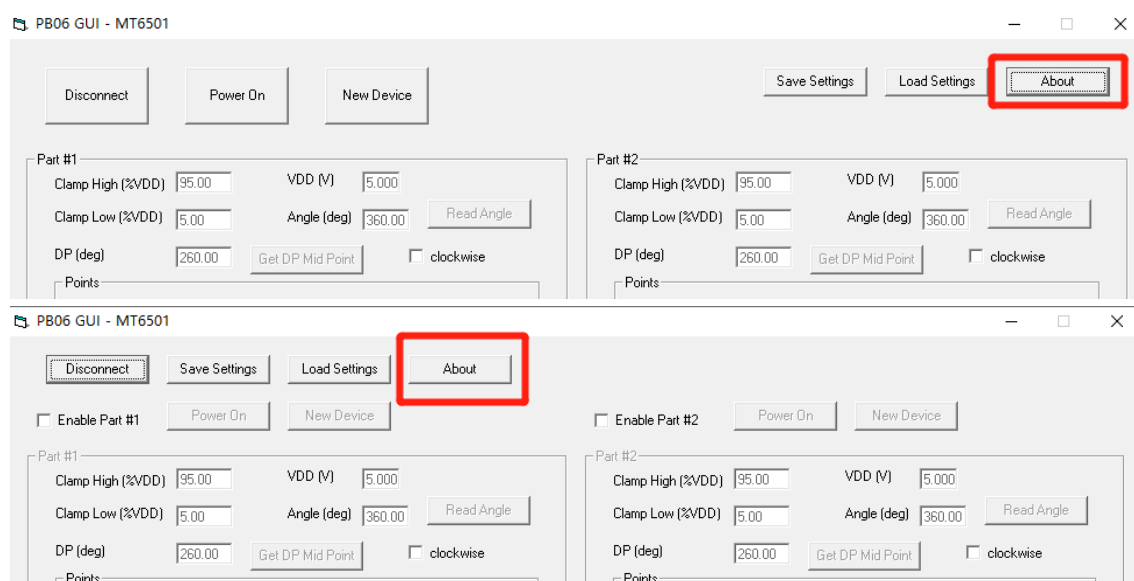
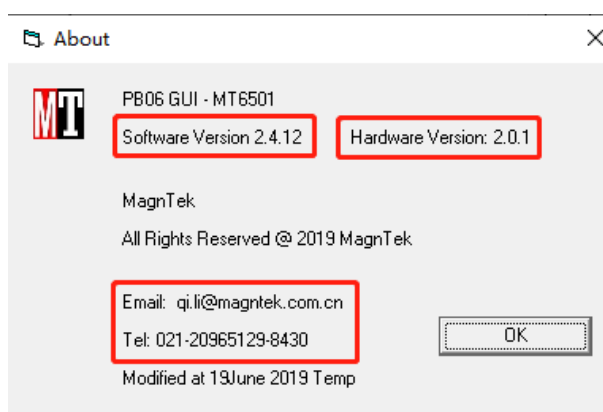

图 8.1 界面“About”按钮位置
图 8.2 “About”界面
- 连接串口后，点击界面 About 按钮（图 8.1），弹出如下图 8.2 界面